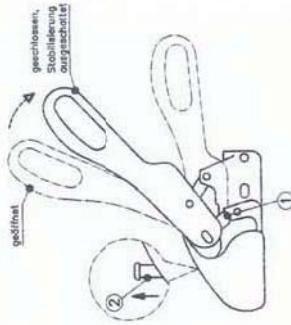

Bild 4: Ankuppeln
Zum Rangieren des Anhängers nehmen Sie bitte die am Anhänger angebrachten Haltegriffe anstatt des Bedienungshebels der WS 3000/WS 3500. Die geöffnete Zugkugelkupplung wird auf die Kupplungskugel des Zugfahrzeuges gesetzt. (Bild 4) Durch die Stützlast und eine evtl. zusätzliche Belastung der Deichsel schließt die Zugkugelkopplung automatisch, und die seitlichen Sicherungslaschen (1) stehen parallel gegenüber der Sicherungsfächer am Gehäuse. (Bild 4) Befindet sich die Kupplungskugel im Kupplungs- gehäuse, ist der grüne Stift der Kontrollanzeige (2) sichtbar. (Bild 4)